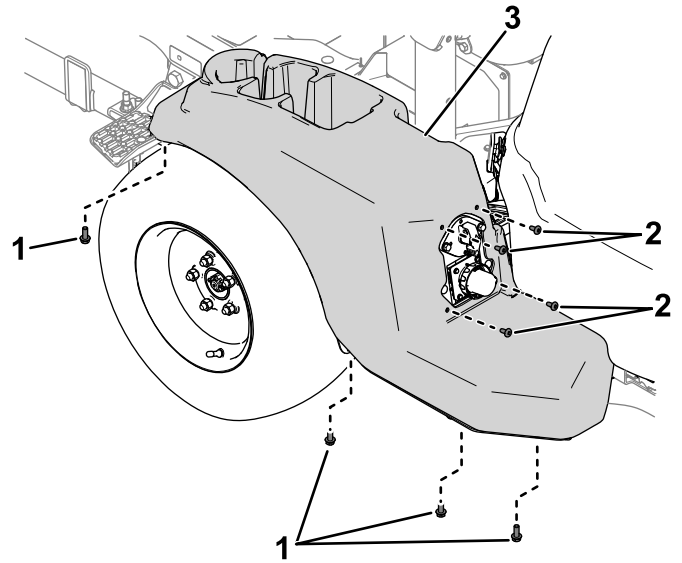

Figura 4
3. Folosii uruburile i bolurile îndepărtate anterior pentru a fixa capacul din partea stângă a mainii (Figura 4).